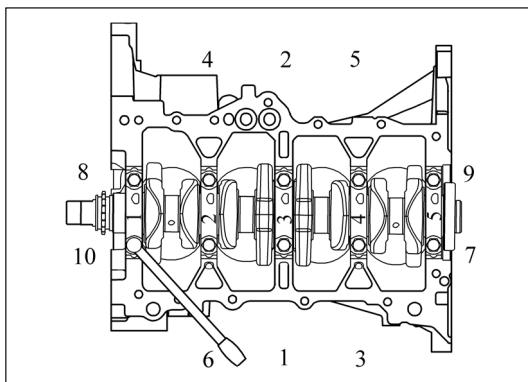

Рис. 13-3-10. Установка крышек коренных подшипников и нижних вкладышей коренных подшипников
④ Установить крышки коренных подшипников и нижние вкладыши коренных подшипников, затянуть болты крышек коренных подшипников ($M10 \times 70.5$) один за другим за два прохода с соблюдением указанного момента затяжки, см. Рис. 13-3-10.